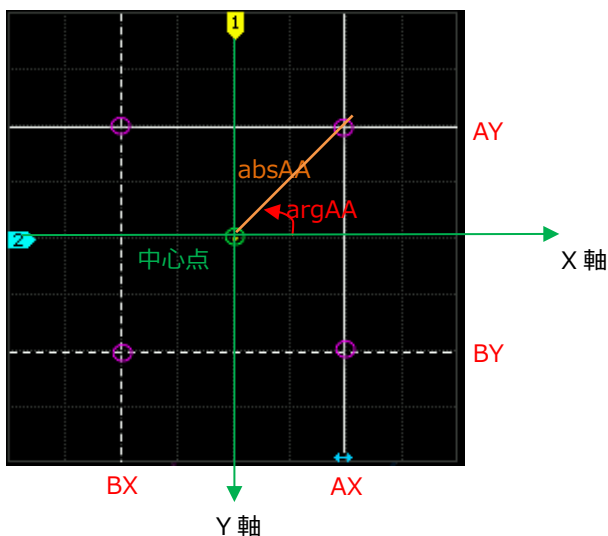

Figure 6-8 XY カーソル測定の定義
- absAA: 中心点からカーソル AX と AY の交点までの長さです。中心点は、Figure 6-8 に示すように、画面上の 2 つのチャンネル・ラベルの水平位置 (X 軸) と垂直位置 (Y 軸) の交点として定義されます。